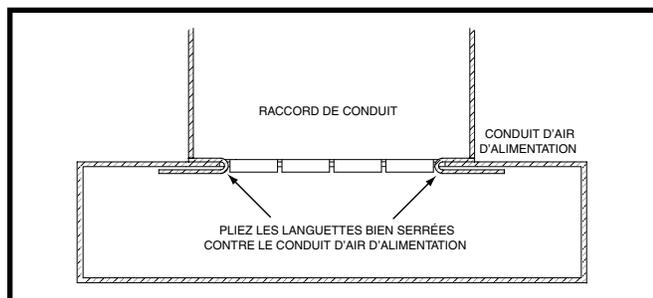

Figure 9. Languettes du raccord de conduit
7. Pliez les languettes inférieures du raccord de conduit vers le haut et serrez-les le plus possible contre le conduit d'alimentation en air. Voyez la Figure 9.